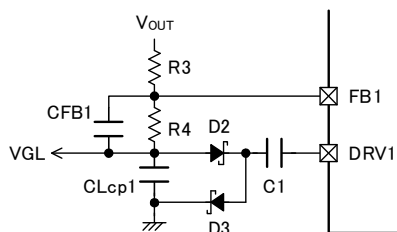
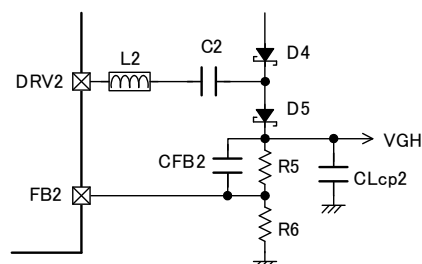

図 3) スピードアップコンデンサ( $C_{FB1}$ )接続図
図 4) フェライトビーズ/スピードアップコンデンサ( $C_{FB2}$ )接続図
- 7) 電源立ち上がり時に、 $V_{GH}$  電圧、 $V_{GL}$  電圧がオーバーシュート、アンダーシュートする場合、それぞれ FB1 端子と  $V_{GL}$ 、FB2 端子と  $V_{GH}$  の間にスピードアップコンデンサ( $C_{FB1}$ 、 $C_{FB2}$ )を挿入して下さい。(下記 図 3、図 4 を参照)
- 8) 極性反転チャージポンプ、昇圧チャージポンプが無負荷で、昇圧 DC/DC コンバータ出力の負荷電流が大きい場合、昇圧 DC/DC コンバータのスイッチングにより、各チャージポンプ出力が不安定になる場合があります。その場合、各チャージポンプのドライバ出力(DRV1 端子、DRV2 端子)にフェライトビーズ( $L_2$ )を挿入して下さい。(下記 図 4 を参照)